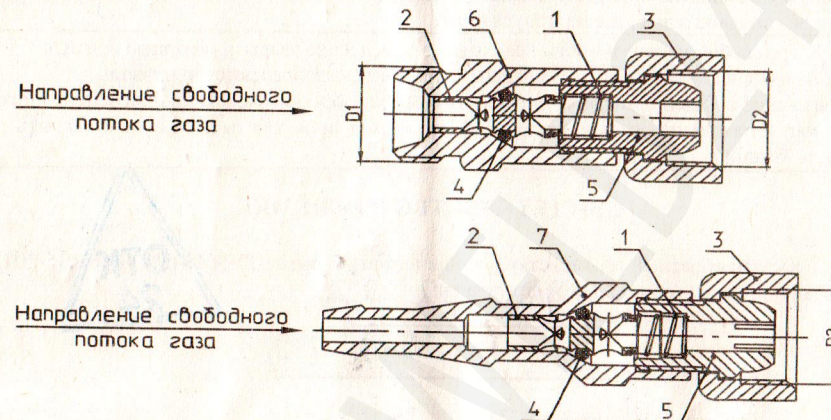

Рис. 1. Клапан обратный КО-3.
-11 – присоединительные размеры (см. рис.1):
Устройство клапана обратного приведено на рис. 1. Газ из линии подается под рабочим давлением в КО и, преодолевая сопротивление пружины 1, открывает клапан 2 и поступает к изделию-потребителю (резаку, горелке).